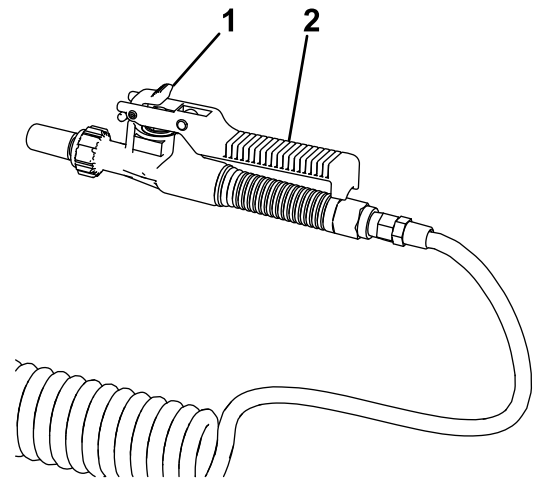

**Figure 23**
3. Tournez la vanne du pistolet de pulvérisation en position OUVRETE (Figure 23).